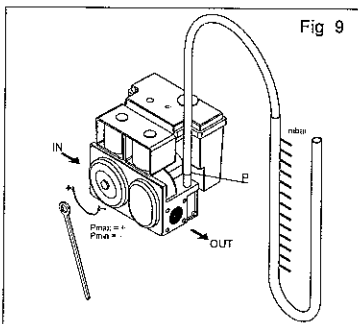

Fig 9
- retirar o parafuso "P" (Fig 9) na tomada de medição da pressão na válvula;